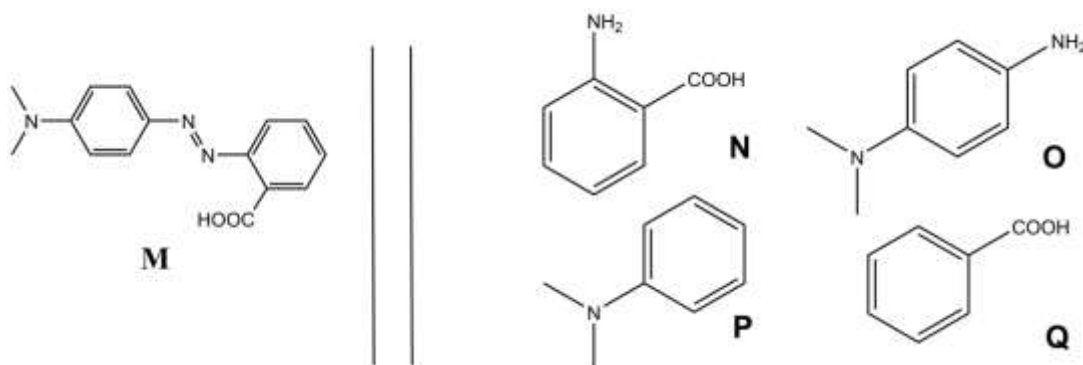

Fig. 1 – Posibles reactivos para la síntesis de **M**.
2. **M** puede ser sintetizado en dos pasos a partir de simples reactivos (Fig. 1).